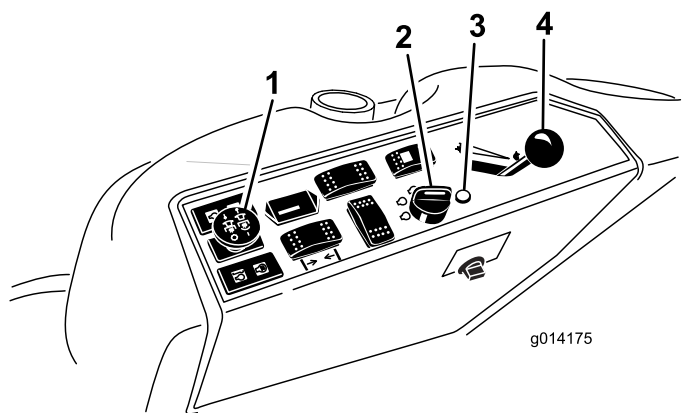

Figura 19
- Spostate l'interruttore della presa di forza (PDF) in posizione di SPEGNIMENTO (Figura 19).
- Portate la leva dell'acceleratore al centro tra le posizioni di MASSIMA e MINIMA (Figura 19).